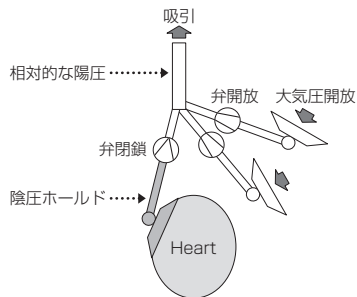

図5
7. 複数の吸盤を使用時に、アラーム音が鳴った場合、吸盤が外れているので、速やかに外れた吸盤のコックを閉じ、再吸着させること。アラーム音が鳴った直後は、逆止弁により他の吸盤は吸着しているが、逆止弁は、吸着している(外れていない)吸盤内の陰圧を一時的に保持しているだけである(図5)。速やかに外れた吸盤のコックを閉じ、回路内が吸引源により減圧される状態にすること。心臓が脱落する危険性がある。